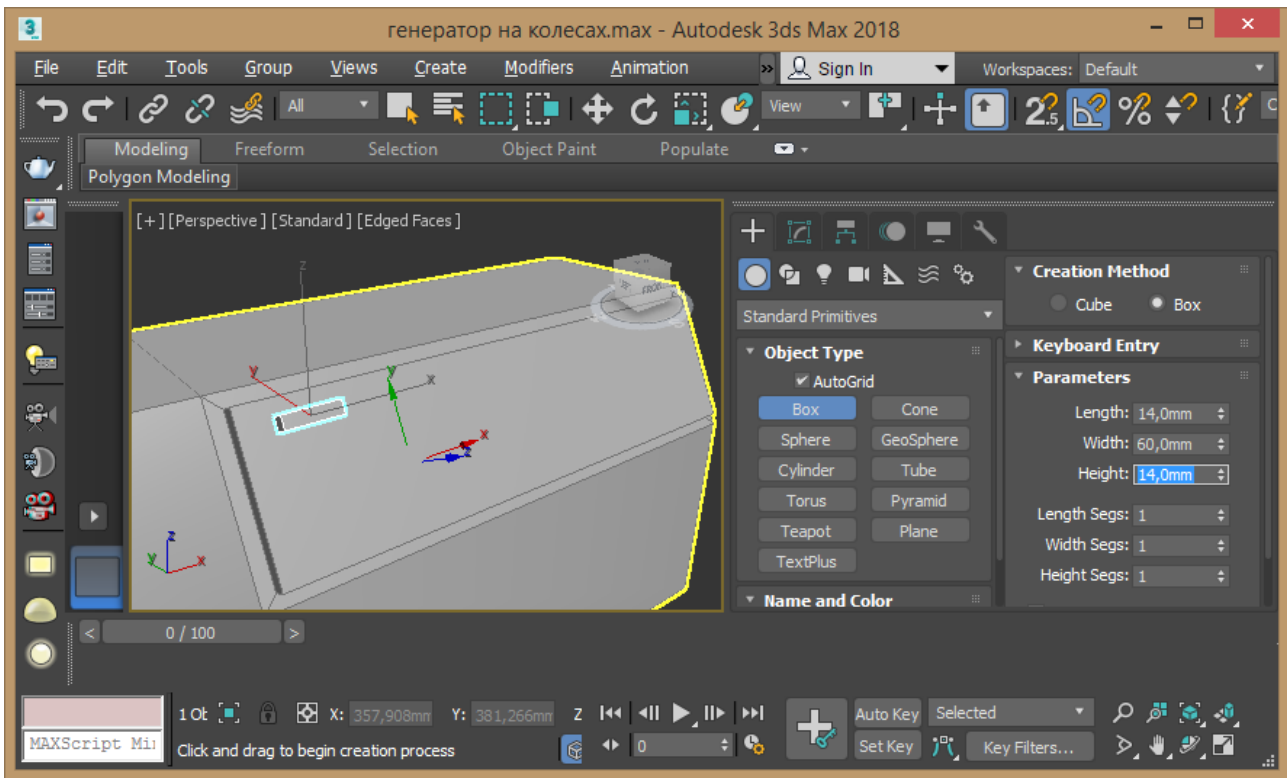

Рис. 2.10 – Створення паралелепіпеду
10. Створіть на бічній панелі невеликий паралелепіпед із включеним прапорцем AutoGrid розмірами 14x60x14 мм відповідно (рис. 2.10).